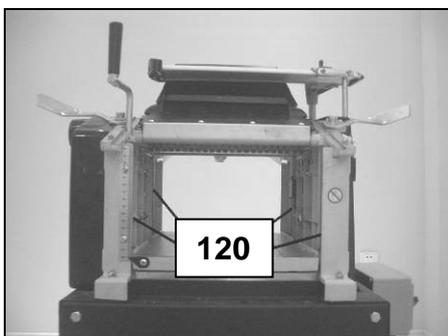

Fig 83
- Nettoyez régulièrement les 4 vérins filetés (120) de la table de rabotage (Fig 83).